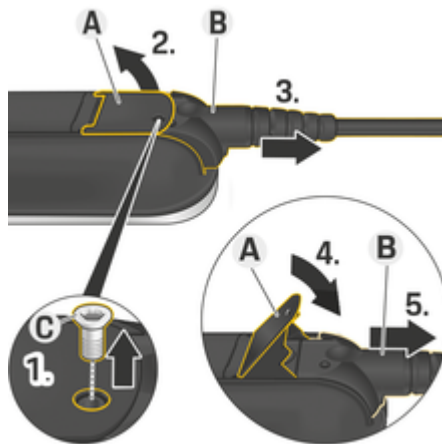

Fig. 58: Desligar cabos
1. Retire o parafuso **C** (Fig. 58) com uma ferramenta adequada.
2. Levante alavanca **A** (Fig. 58).
3. Puxe a ficha **B** (Fig. 58) para fora até sentir resistência.